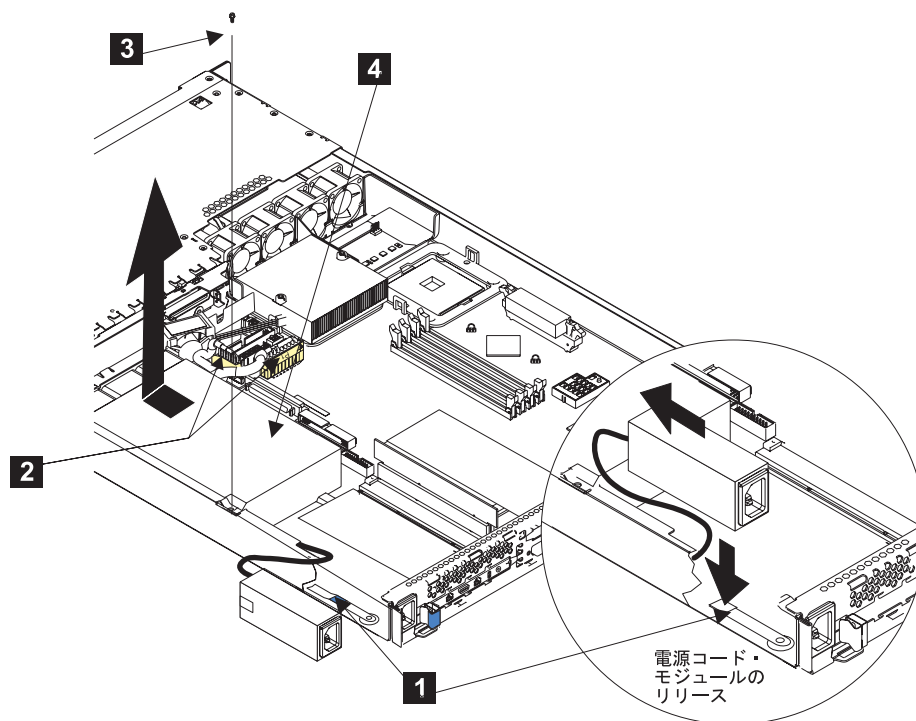

図 188. SAN ボリューム・コントローラー 2145-4F2 電源装置の交換
1. 電源装置 **4** を SAN ボリューム・コントローラー 2145-4F2 内にスライドします (図 188 を参照)。